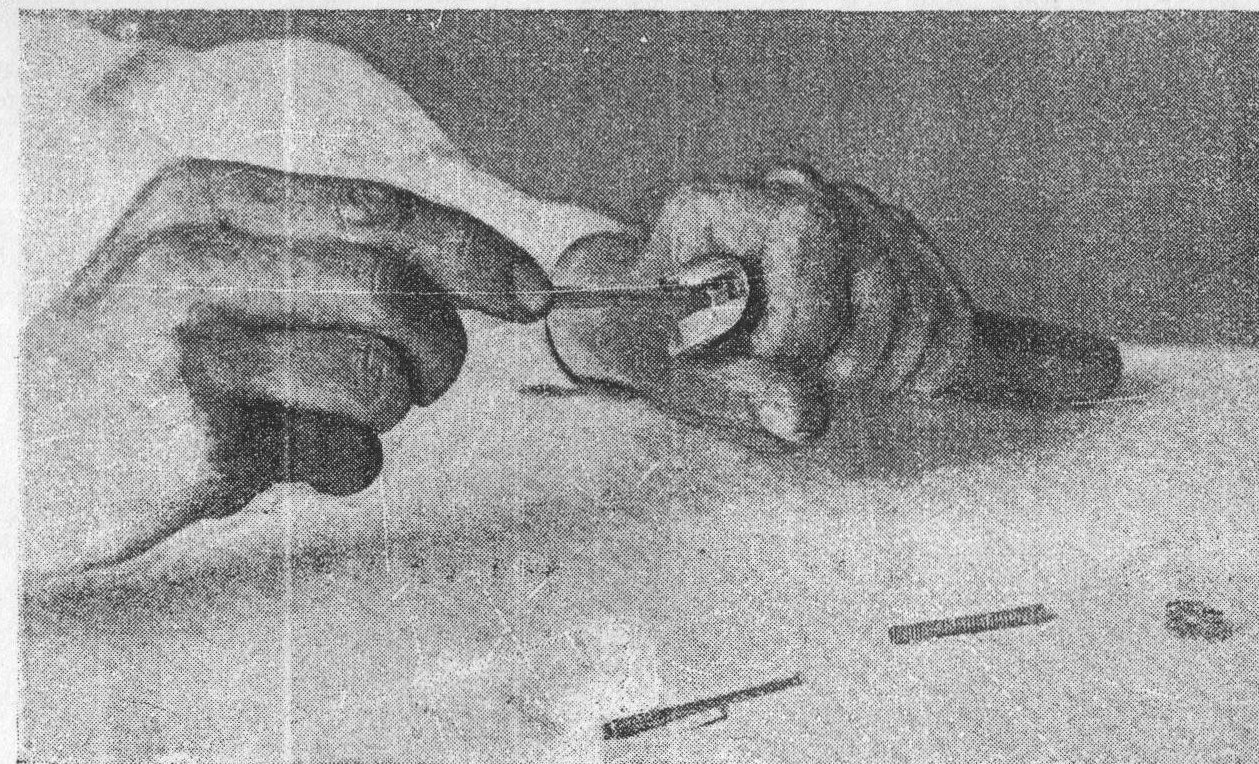

Рис. 14.
утопив ее той же выколоткой, сдвинуть задвижку ударника вниз (по отношению кожуха-затвора), прикрывая пальцем ударник, так как последний под действием своей возвратной пружины может выпрыгнуть, затем вынуть ударник и снять с него возвратную пружину ударника (рис. 14).
12. **Надеть возвратную пружину ударника на ударник**, вложить его в кожух-затвор (в продольное гнездо) и вставить задвижку ударника в поперечный паз кожуха-затвора, для чего, нажав выколоткой на ударник, утопить его в гнезда и вдвинуть задвижку плоской частью к кожуху-затвору (рис. 14).